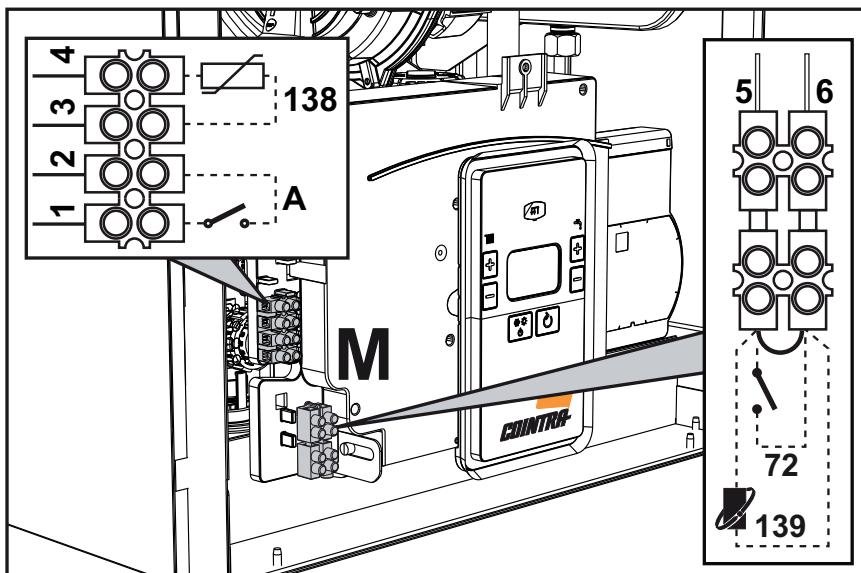
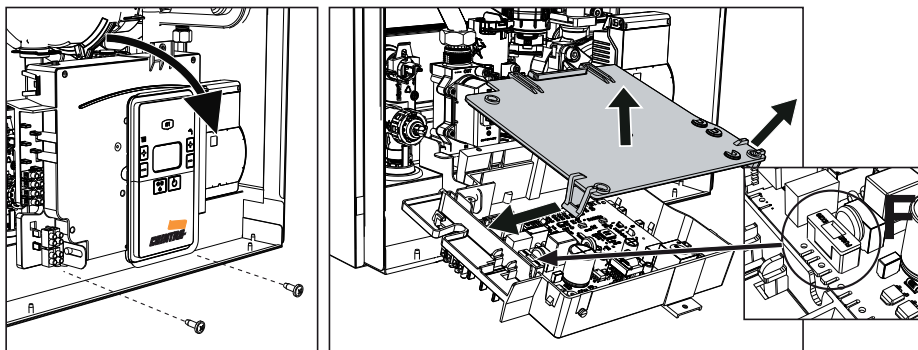

fig. 18
fig. 19
Después de quitar el panel frontal ("Apertura del panel frontal" en la página 35) es posible acceder a las borneras (M) y al fusible (F) como se indica a continuación (fig. 18 y fig. 19). **Los bornes indicados en la fig. 19 deben tener contactos secos (no 230 V)**. La posición de los bornes para las diferentes conexiones también se ilustra en el esquema eléctrico de la fig. 45.
Configuración del interruptor ON/OFF (A. fig. 19)